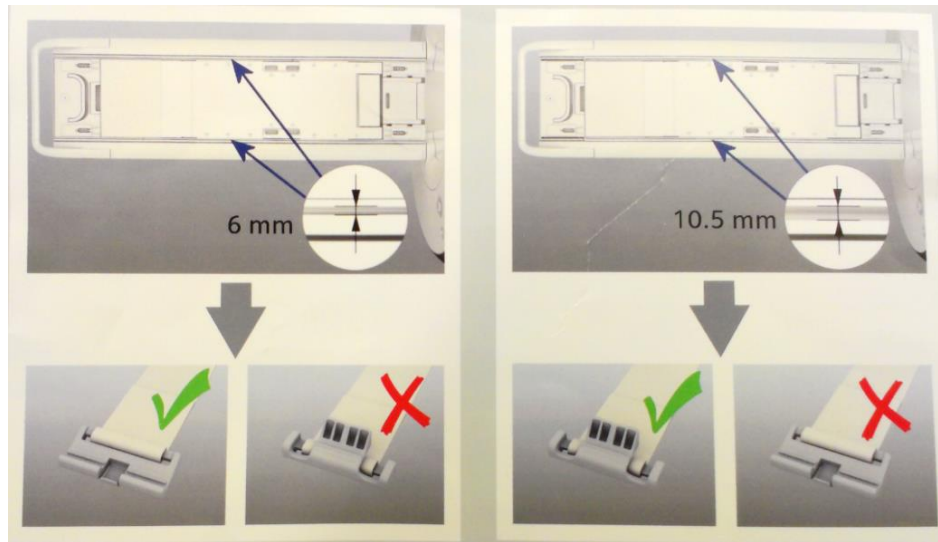
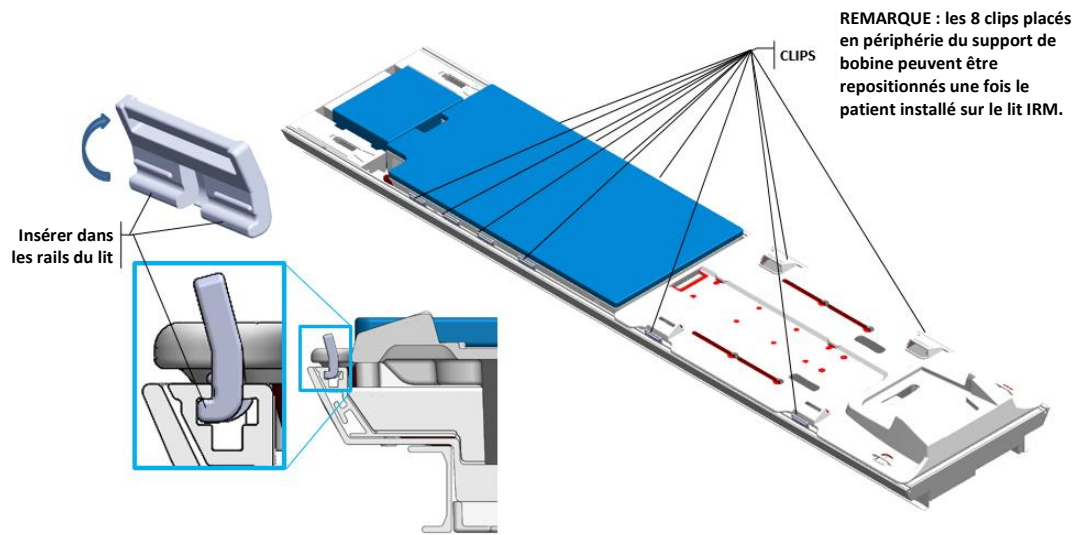

Figure 5 : Emplacement et taille des clips sur les rails de la table
Figure 6 : Placement et installation des sangles sur la table IRM (avec clips de 6 mm)
- Installer huit pinces des accessoires de la plaque de base dans les rails de la table IRM. Les enclencher pour les verrouiller en place (Figure 5 et Figure 6).